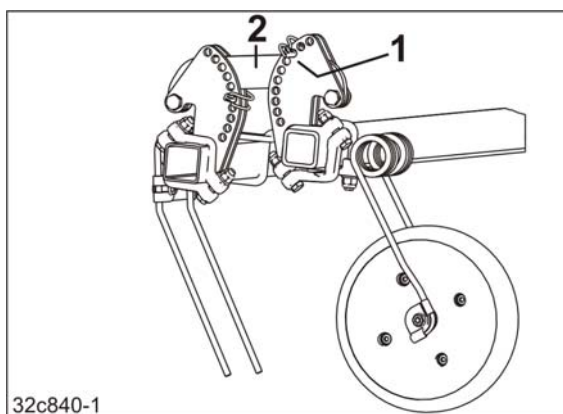

Fig. 178
1. Die Arbeitstiefe der Striegelzinken einstellen durch Abstecken des Rohrklappsteckers (Fig. 178/1) oberhalb des Lenkers (Fig. 178/2), in allen Segmenten, in der gleichen Bohrung.